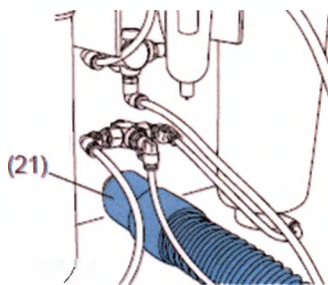

Рис. 24
5. Подключение к устройству отсоса (рис.24):
- Отсасывающий шланг устройства отсоса насадить на трубу (21).